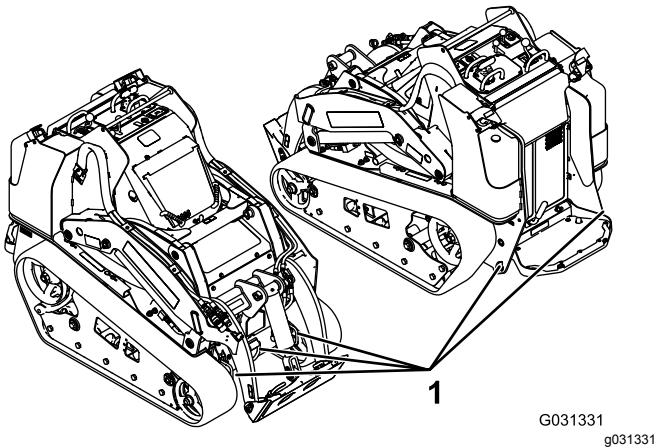

Figure 19
8. Servez-vous des points d'attache en métal de la machine pour l'arrimer solidement sur la remorque ou le véhicule de transport au moyen de sangles, chaînes, câbles ou cordes (Figure 19). Reportez-vous à la réglementation locale concernant les exigences d'arrimage.
Vous pouvez soulever la machine en vous servant des points d'attache/de levage ; voir Figure 19.